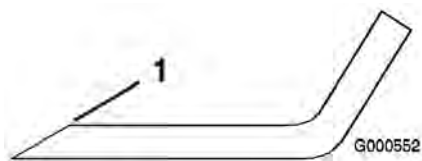
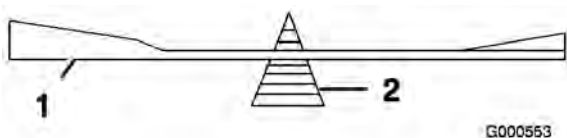

Figure 40
Figure 41
1. Au moyen d'une lime, aiguissez les tranchants aux deux extrémités de la lame (Figure 40) en
2. Vérifiez l'équilibre de la lame en la plaçant sur un équilibreur (Figure 41). Si la lame reste horizontale, elle est équilibrée et peut être utilisée. Si la lame est déséquilibrée, limez un peu l'extrémité de la partie incurvée seulement (Figure 40). Répétez la procédure jusqu'à ce que la lame soit équilibrée.